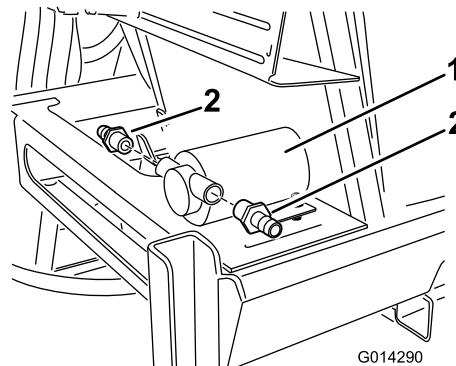

Figura 20
3. Localize os conectores estriados retos nas peças soltas e instale o conector nas aberturas de entrada e de saída da bomba do depósito de lavagem (Figura 20).